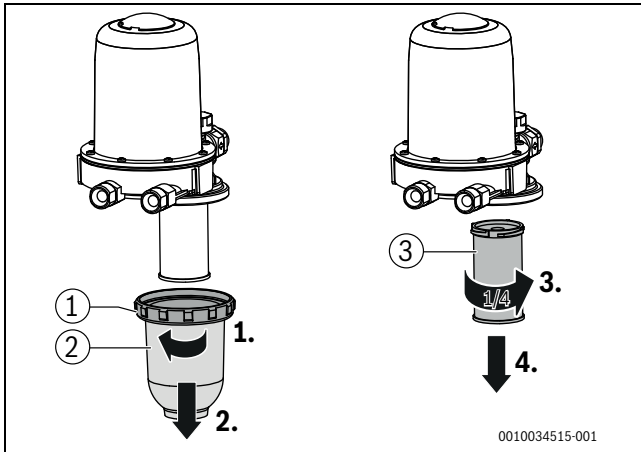

Bild 79 Filtertasse entfernen
- ▶ Überwurfmutter (→ Bild 79[1]) entfernen.
- ▶ Filtertasse (→ Bild 79, [2]) abnehmen.
- ▶ Ölfiltereinsatz (→ Bild 79, [3]) mit einer Viertel-Umdrehung gegen den Uhrzeigersinn lösen.
- Ölfiltereinsatz (→ Bild 79, [3]) ansetzen und mit einer Viertel-Umdrehung im Uhrzeigersinn befestigen.
- Filtertasse mit Überwurfmutter (→ Bild 79, [1] und [2]) montieren.